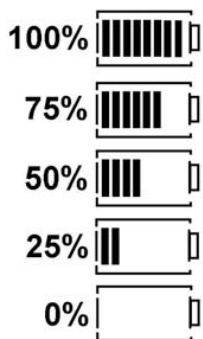

Fig. 6: Estado de carga de las pilas
- 7 Símbolo para TRMS (AC)
El estado de carga de las pilas siempre aparece indicado en la pantalla LCD (fig. 5, pos. 5). El número de barras indica el estado de carga de las pilas en porcentaje (fig. 6).